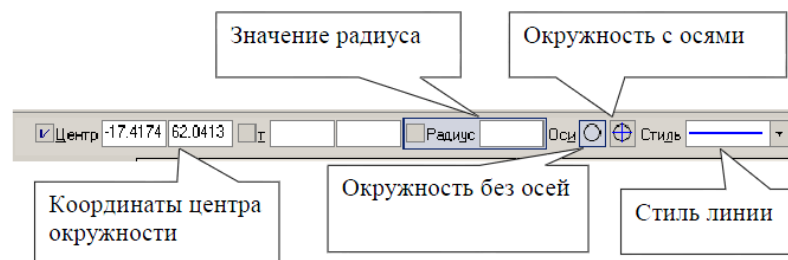

Рисунок 2
1. Параметры окружности при ее создании и редактировании отображаются в отдельных **полях Строки параметров**: два поля координат **X** и **Y** центра окружности, координаты точки, принадлежащей окружности, значение радиуса окружности, поле стиля линии, рисунок 2. Стиль линии для окружности должен быть основным. Выберите кнопку окружности с осями. На панели свойств, рис. 2, **активно поле радиуса окружности**, поэтому на клавиатуре наберите «10» и нажмите **[Enter]**. Введите координаты центра окружности (**10, 50**). Для этого двумя щелчками левой кнопкой мыши активизируйте поле **X** и введите в поле значение «10». Для ввода в поле значения координаты **Y** нажмите **[Tab]**, введите «50» и нажмите **[Enter]**.